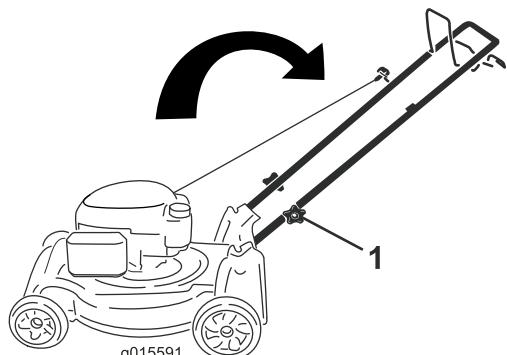

Рисунок 4
- Переведите рукоятку в рабочее положение (Рисунок 4).